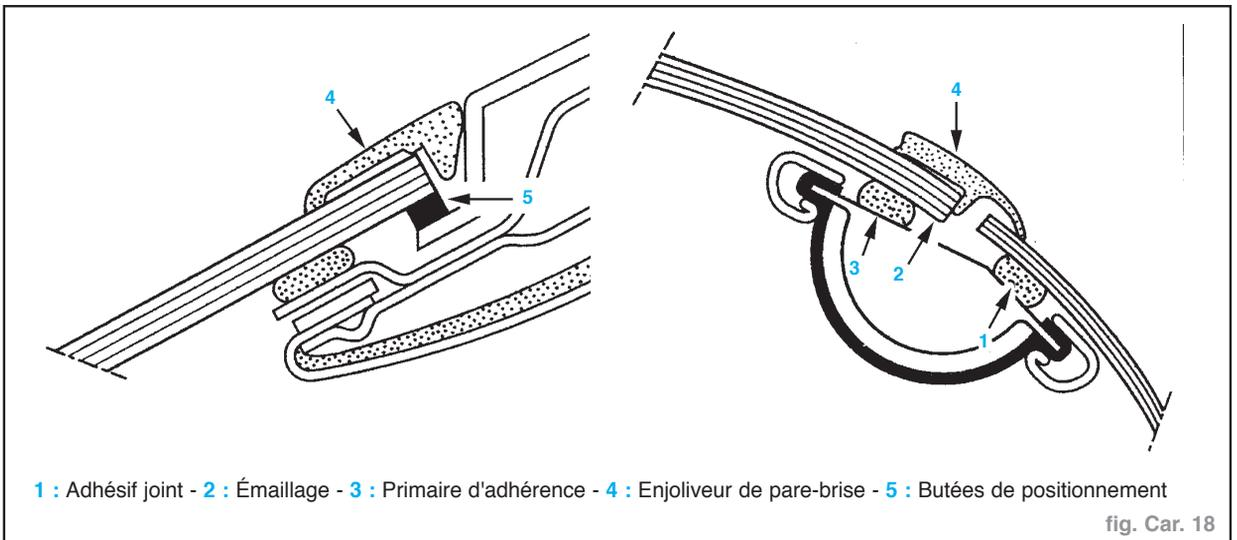

fig. Car. 18
- Le pare-brise est collé sur la carrosserie au moyen d'un cordon adhésif joint (1) (fig. Car. 18).
- La partie émaillée (2) à l'intérieur permet une bonne présentation de la partie collée.
- Un primaire d'adhérence verre (3), appliqué sur la partie émaillée (2), assure le lien entre l'adhésif joint et le verre.